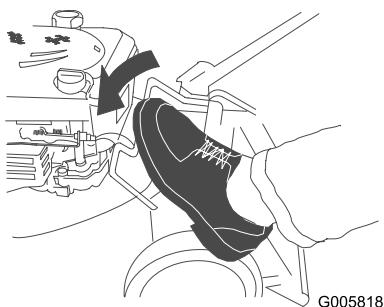

Figura 27
2. Premere la leva di rilascio della stegola (Figura 27).